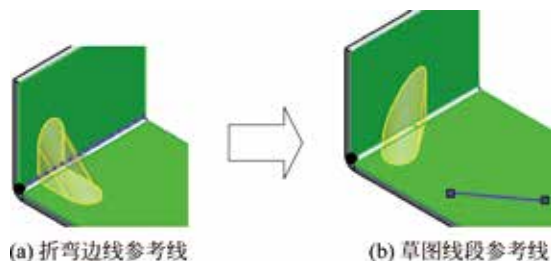

图 5.183 参考线
-  (参考线)：用于设置控制角撑板剖切面方向的线性边线或草图线段，角撑板剖切面垂直于所选边线或草图线段，如图 5.183 所示。